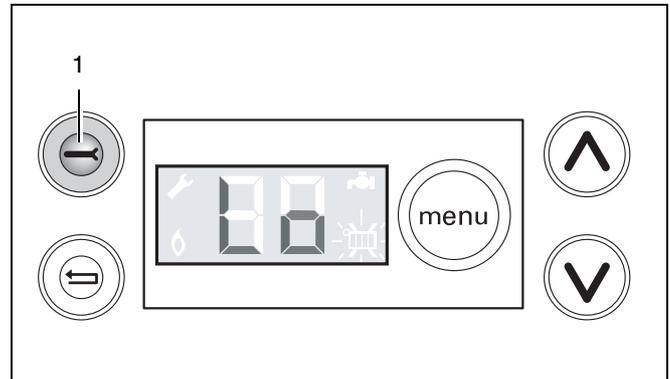

Fig. 25 Tableau de commande - mode Lo
- Mettez l'appareil en mode "Lo" en appuyant une fois sur la touche de service  $\ominus$  (fig. 25, pos. 1). Voir menu 3: "Réglages", page 20.